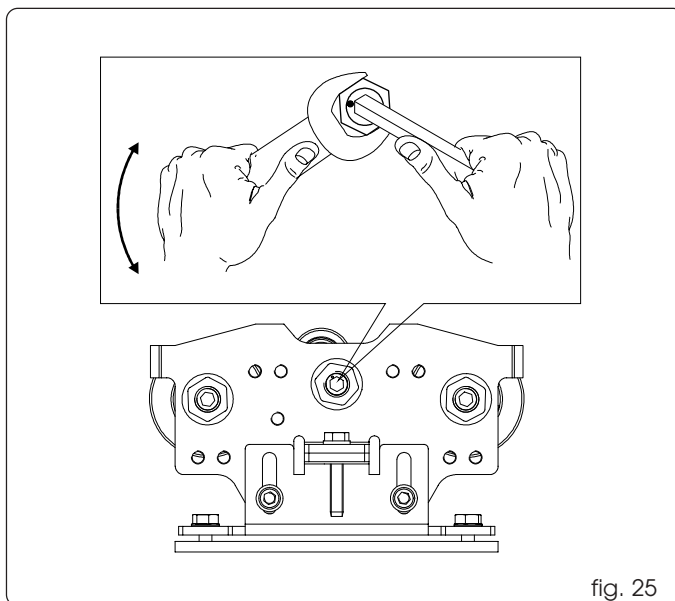

fig. 25
- Houd de stelschroef tegen met een inbusleutel en haal de blokkeermoer los (fig. 25).